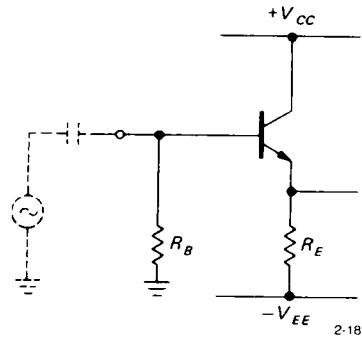

Figure 2.18
**Avertissement :** vous devez toujours prévoir un chemin pour le retour du courant de polarisation, même s'il ne va qu'à la masse. Dans le circuit précédent, on suppose que le courant de polarisation dispose d'un chemin pour retourner à la masse. Sinon (par exemple si le signal est couplé par un condensateur), vous devez prévoir un résisteur vers la masse (figure 2.18). La valeur de  $R_B$  pourrait être un dixième de  $h_{FE}R_E$ , comme précédemment.